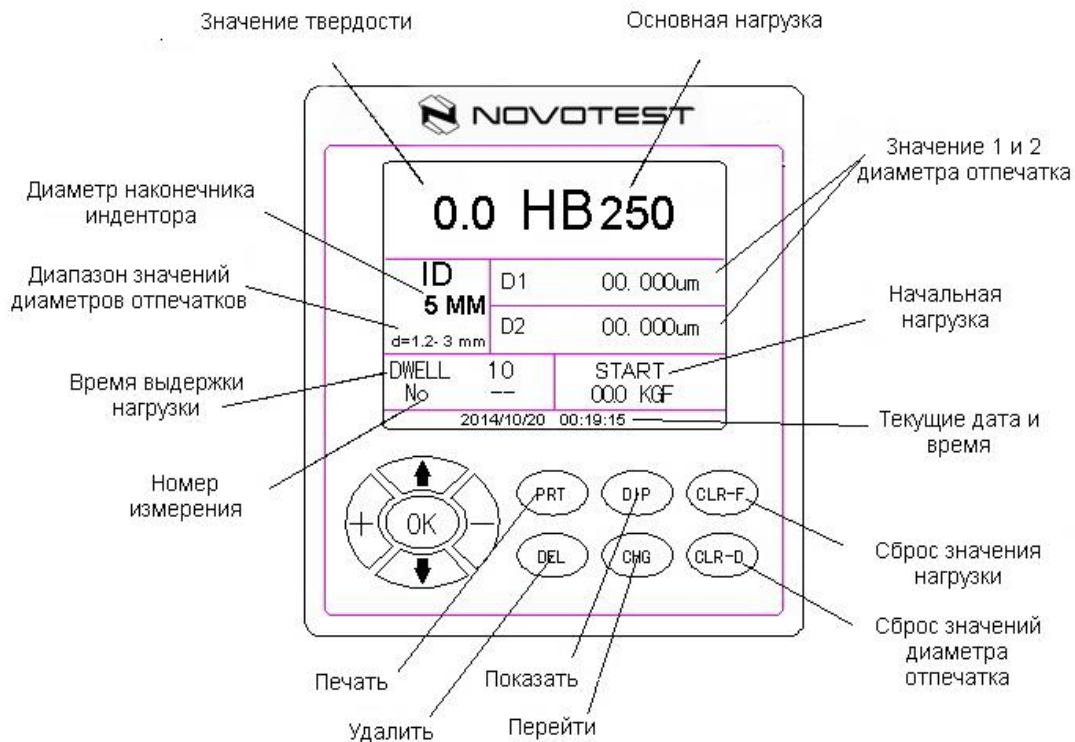
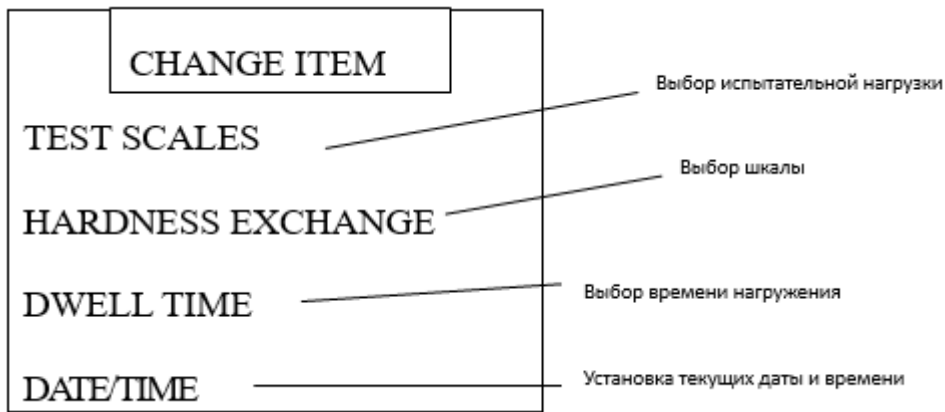

Рисунок 1.1 – Панель управления твердомера стационарного NOVOTEST ТС-Б-Ц2
Рисунок 1.2 – Подменю установок твердомера стационарного NOVOTEST ТС-Б-Ц2
На рис. 1.1 представлен экран и панель управления твердомера с обозначением всех элементов панели, а также с описанием их функционального значения.
2. Нажмите кнопку “CHG” и на экране появится подменю, изображенное на Рис. 1.2. Нажмите “OK”, чтобы выбрать испытательную нагрузку, нажмите “▲”, чтобы переместить курсор. Например, выберите НВ1000 и нажмите кнопку “OK”. Появится меню, изображённое на Рис. 1.1, выберите или измените необходимый пункт. Нажмите “OK” для подтверждения выбранного пункта.
3. Установите индентор согласно инструкции на экране: вставьте индентор в отверстие главного шпинделя до упора, поверните так, чтобы плоская сторона на держателе была направлена в сторону винта (7) и зафиксируйте индентор винтом (7) не допуская перетягивания.
4. Поверните ручку (19), индентор должен стать в переднее положение. Убедитесь, что индентор правильно и надежно установлен. Если приложить нагрузку, когда шпиндель находится в нерабочем положении, прибор может быть испорчен. Если такое произошло,